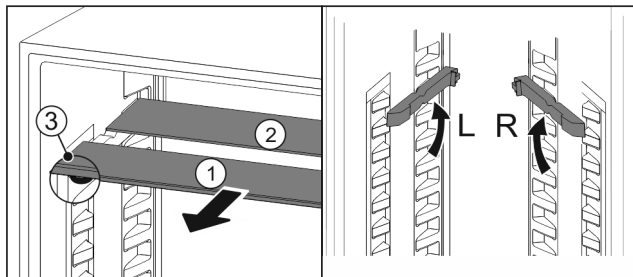

Fig. 125
- Skleněné desky jednotlivě vytáhněte dopředu Fig. 125 (1).
- Skleněná deska Fig. 125 (1) s ozdobnou lištou leží vpředu.
- Zarážky Fig. 125 (3) směřují dolů.